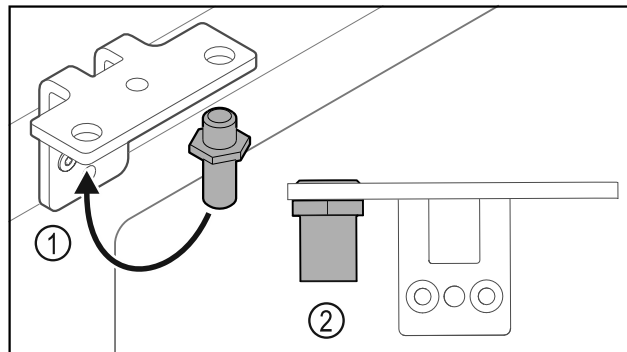

Fig. 23
- Mettre l'axe Fig. 23 (1) dans l'autre trou de l'équerre de charnière.
- Serrer l'axe Fig. 23 (2) au **couple de 12 Nm**.